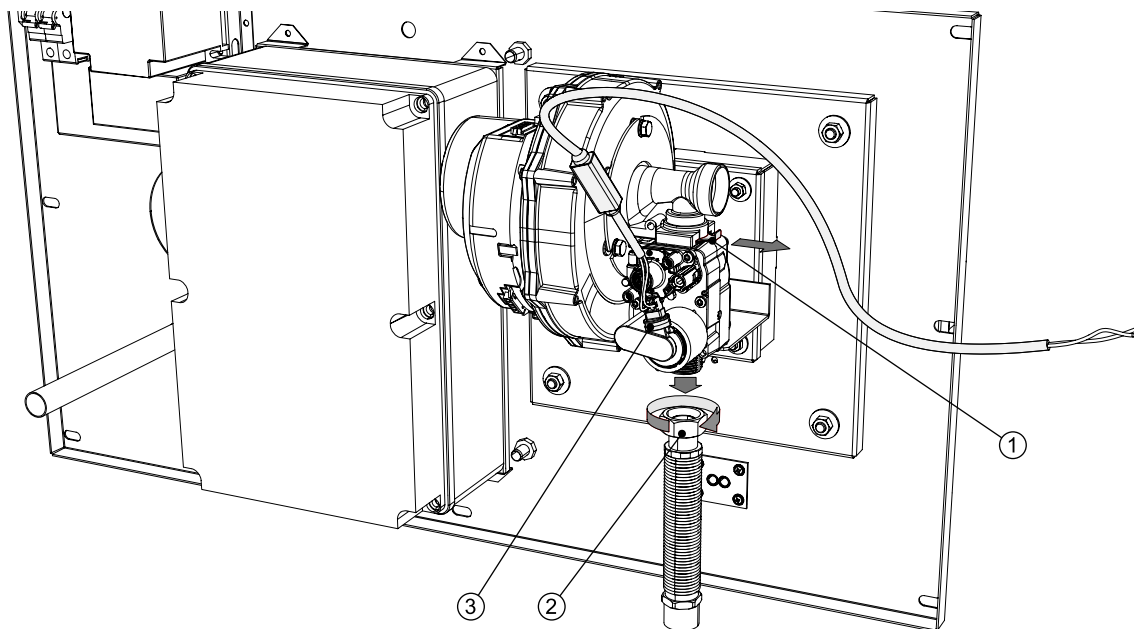

Fig. 8.2
3. Odłącz przewód zasilania elektrycznego (3), rys. 8.2.
4. Odkręć złączkę węża (2).
5. Usuń widelec blokujący (1) podtrzymujący zawór elektromagnetyczny tak, aby nie odpadł.